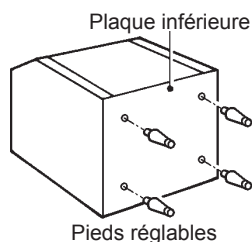

Fig. 3
- 1) Visser à fond les quatre pieds fournis (accessoires du bac) au dessous du bac de stockage. Voir fig. 3.